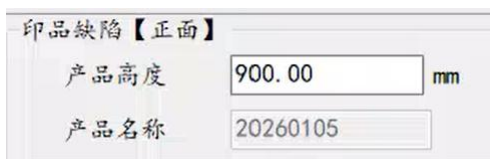

图 16
- 2) 填写“产品信息”；产品信息包含产品高度和产品名称。印品料产品高度需输入此印品印刷最小重复高度或称版周长，而印品信息选择为透明料时产品高度将会由检测软件自动固定。产品名称可以根据具体情况进行填写，可以包含数字、字母及汉字，如图 16。